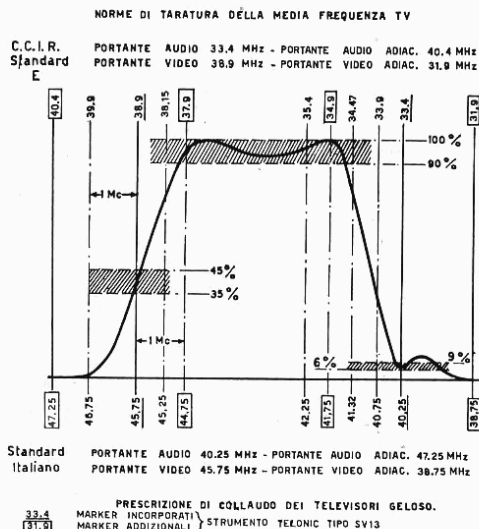

Fig. 2 A
- d) Applicare una tensione positiva di 4 Vdc al punto 1 (fig. 2). Questa tensione si può applicare con un alimentatore esterno o, più semplicemente, collegando il punto 1 alla tensione di alimentazione di F.I. con una $R = 10 \text{ K}\Omega$ (punto 3, fig. 2).
Il circuito di media frequenza (fig. 2) è del tipo a circuiti sfalsati, si inizia con la taratura del rivelatore (bobina L206) che deve essere accordata intorno ai 36 MHz. Con la regolazione successiva delle bobine L205 e L204 si ottengono i fianchi della curva di F.I. rispettivamente verso l'audio e verso il video. Completa la sezione a F.I. il doppio accordo costituito dalla bobina L701 (sul gruppo integrato) e dalla L202 (bobina di ingresso) della piastra F.I. Con queste due bobine si stabilisce la larghezza della curva e il giusto insellamento.
La curva di F.I. deve essere del tipo di fig. 2-A; a questo scopo è di determinante importanza che le trappole siano accordate alle ri-